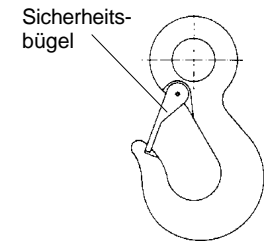

Abb. 9
- Das Entfernen von Sicherheitsbügeln von Trag- und Lasthaken ist unzulässig (Abb. 9).